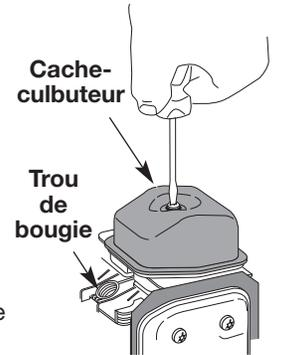

Fig. 28
5. Nettoyez toute saleté autour du cache-culbuteur. Retirez la vis retenant le cache-culbuteur à l'aide d'un tournevis à lame plate large ou à mèche no. T-25 Torx® (Fig. 28). Enlevez le cache-culbuteur et le joint.